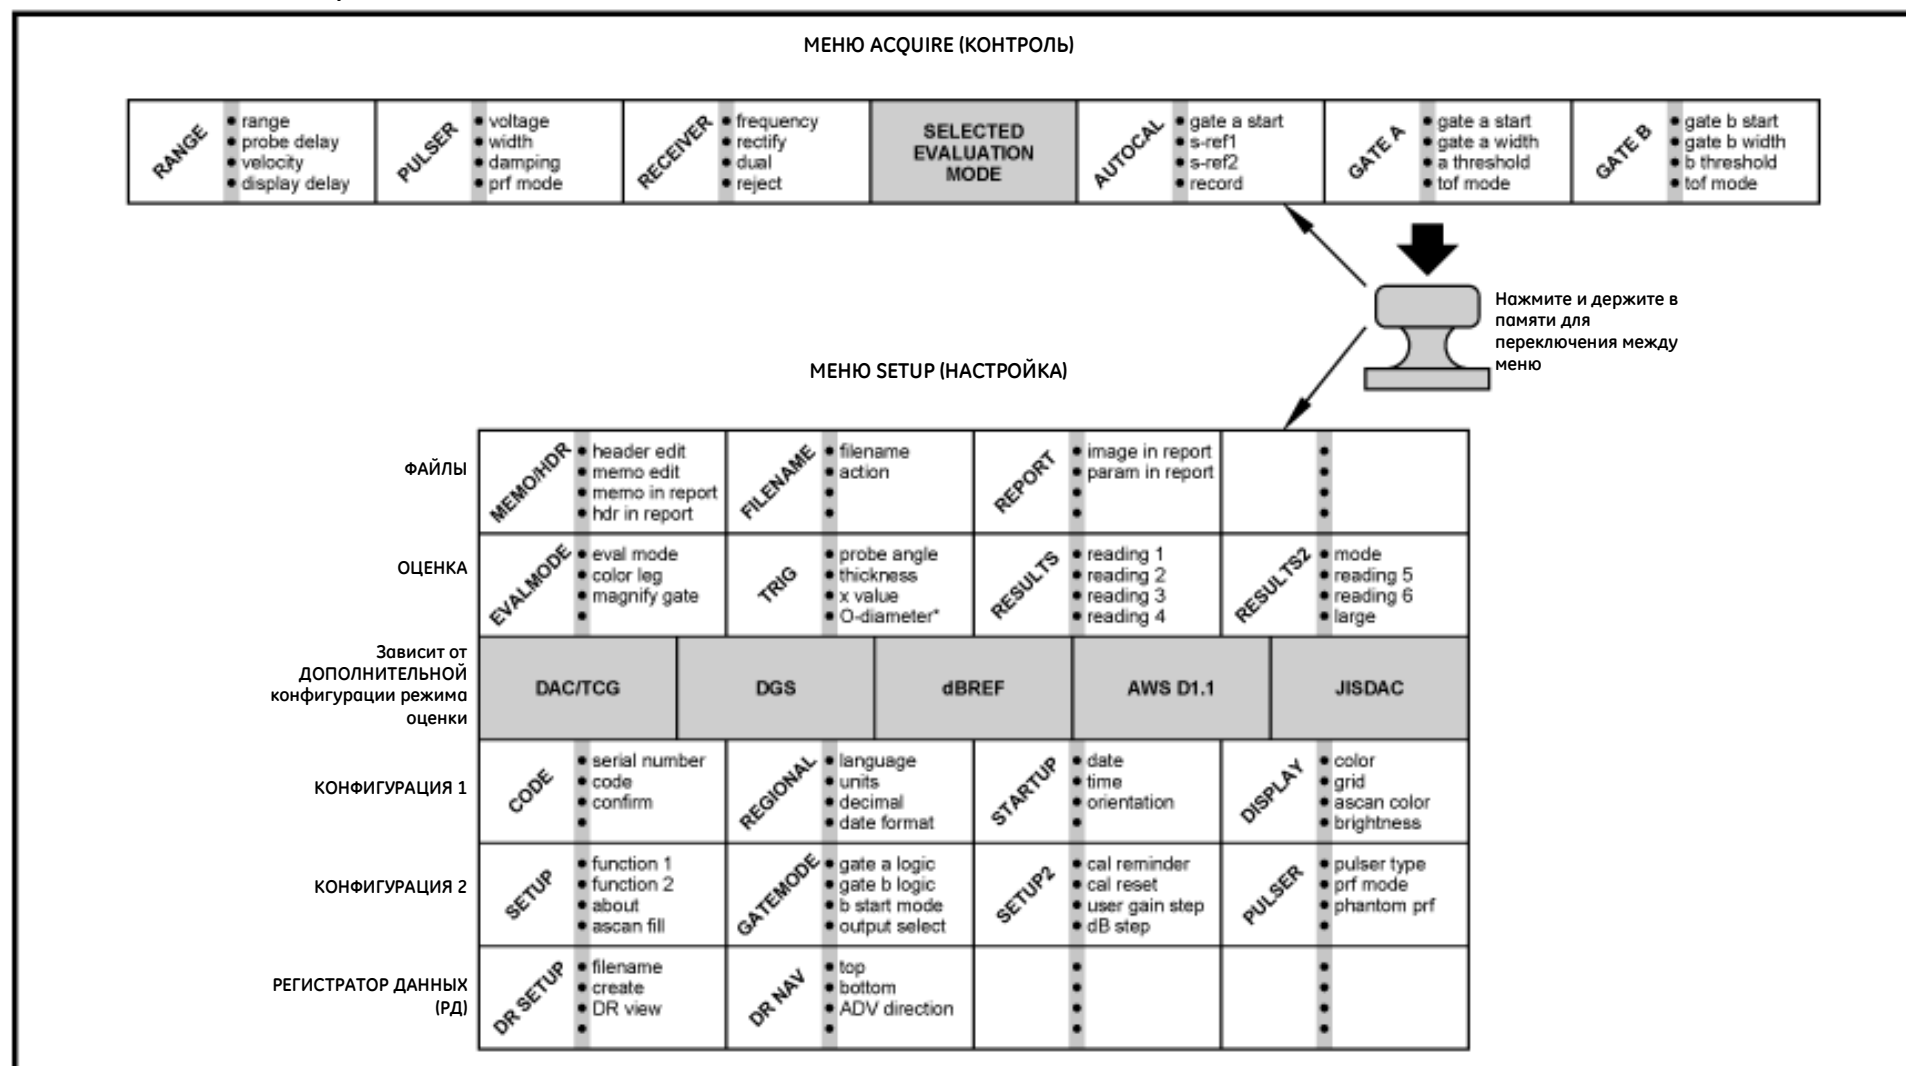

Рисунок 8. Меню контроля и настройки
Система меню дефектоскопа USM Go, показанная на *рис. 8, стр. 20*, позволяет оператору выбрать и отрегулировать различные функции и установки прибора. Она включает:
Функция *РЕЖИМА ОЦЕНКИ (EVALuation MODE)*, расположенная в подменю оценки EVAL меню настройки SETUP, определяет какие субменю для оценки результатов измерения будут показаны в меню **Acquire** и **SETUP** (см. затененные ячейки таблицы на *рис. 8, стр. 20*). Доступные варианты *режима оценки* см. на *рис. 9, стр. 21*.
**Примечание.** Полная структура меню показана на рис. 8, стр. 20 и рис. 9, стр. 21.